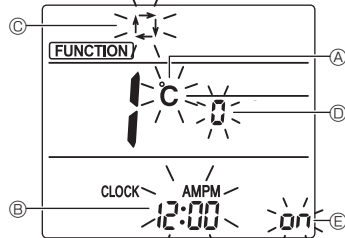

Fig. 5-11
L'écran Réglage de l'affichage s'affiche. (Fig. 5-11)
- Appuyez sur la touche **UP** ④ pour changer le n° de fonction.
5.12.2. Changement de l'unité de température (Fig. 5-11 (A))
- Appuyez sur la touche **TEMP** ⑤.
5.12.3. Changement de l'affichage de l'heure (Fig. 5-11 (B))
- Appuyez sur la touche **TIME** ⑥.
5.12.4. Changement du mode AUTO (Fig. 5-11 (C))
- Appuyez sur la touche **MODE** ⑦.
5.12.5. Changement du n° de paire (Fig. 5-11 (D))
- Appuyez sur la touche **UP** ④.